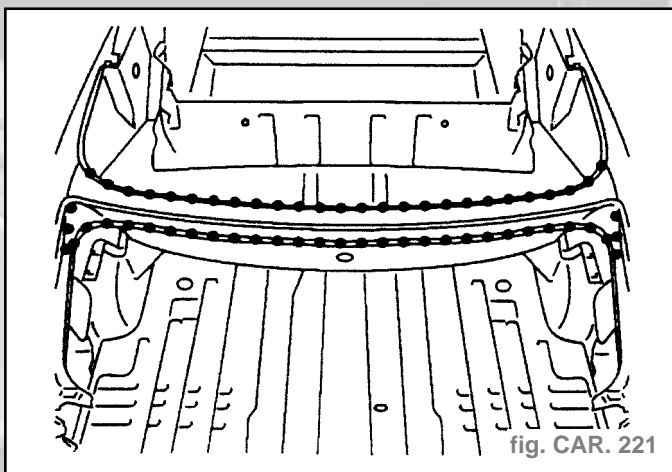

fig. CAR. 221
- Souder par points électriques (fig. CAR 221).